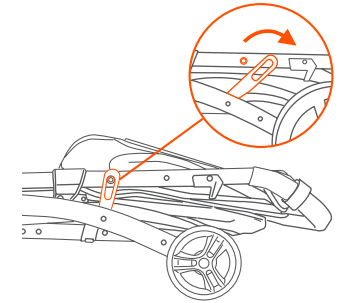

Fig. 1a
- 1) • Release the fold latch (Fig. 1a).